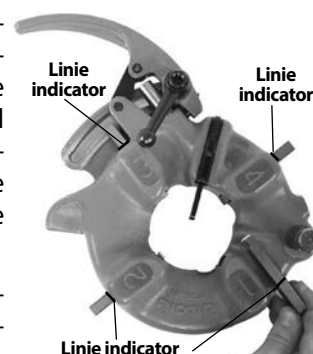

Figura 12 – Inserare filiere
6. Inserați cuțite-filieră corespunzătoare în capul-filieră, cu marginea numerotată în sus, până când linia indicatorului este la nivel cu muchia capului-filieră (vezi Figura 12). Numerele de pe cuțitele filieră trebuie să corespundă cu cele de pe fantele capului filieră. Întotdeauna schimbați cuțitele-filieră ca seturi – nu amestecați cuțitele-filieră din diferite seturi.